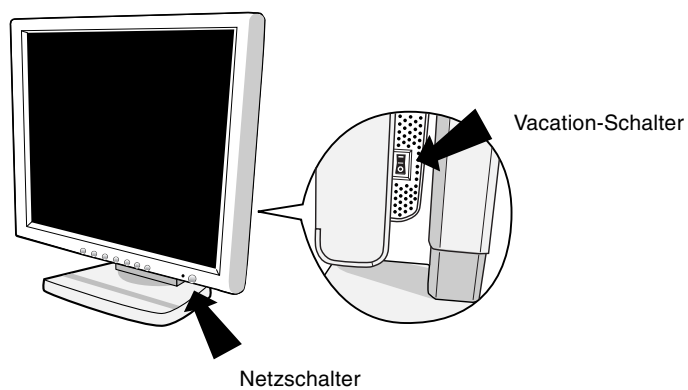

Abbildung E.1
5. Prüfen Sie, ob sich der Vacation-Schalter auf der rechten Seite in der Position ON befindet. Schalten Sie Computer und Monitor mit dem Netzschalter (**Abbildung E.1**) ein.